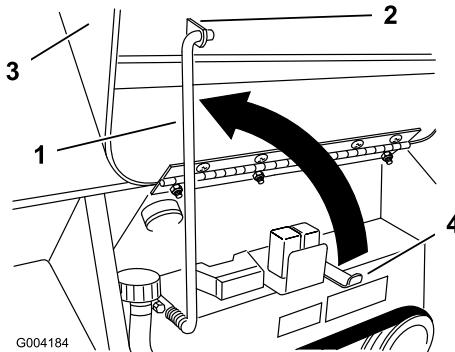

Figure 22
- Relevez la béquille et engagez-la dans la patte sur le capot (Figure 22).